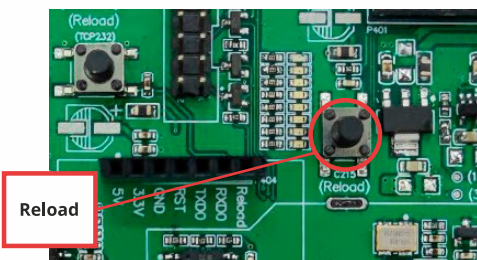
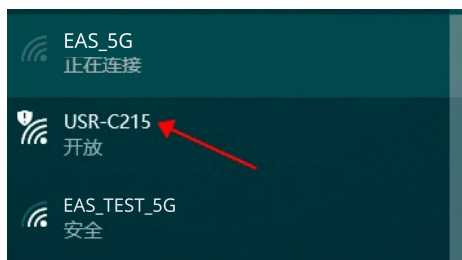

Рисунок 1-6
Рисунок 1-7
2. Сбросьте модуль C215 до заводских настроек: когда плата включена, нажмите кнопку «Reload» (рис. 1-6) на 8-10 секунд. Индикатор «готов/ready» погаснет, а затем снова загорится. В это время модуль C215 будет передавать сигнал Wi-Fi с именем «USR-C215», и ПК получит этот сигнал, как показано на рис. 1-7. Если ПК не смог найти этот сигнал WiFi, повторите описанные выше шаги сброса.